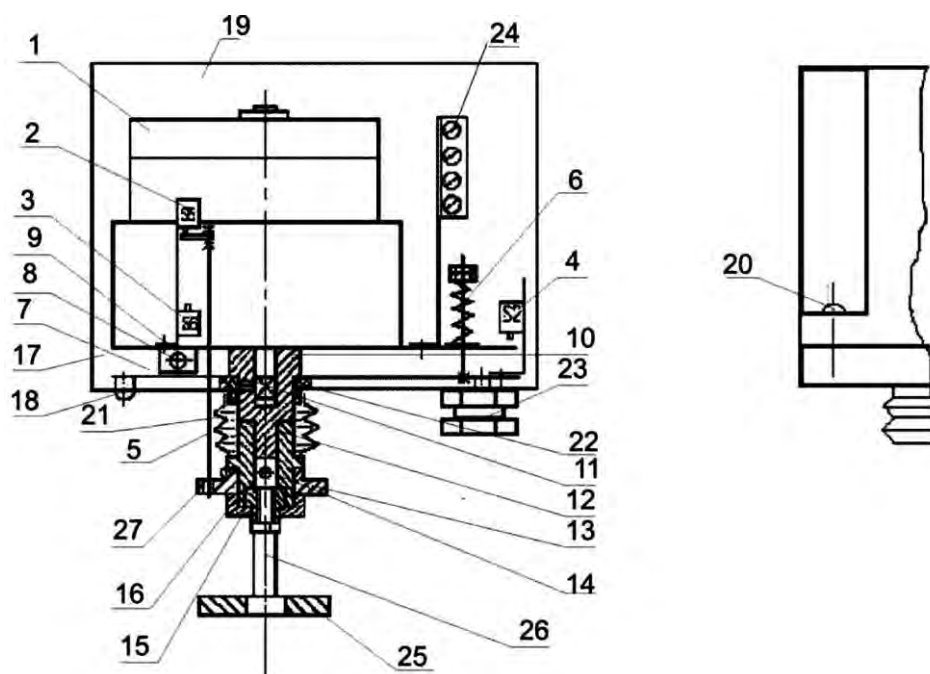

Рисунок 1.
7.4.1 Регулировку величины хода клапана производить посредством перемещения позиционного переключателя S5 (рисунок 1), максимальный ход – 20 мм.
7.5.2 Для подключения необходимо отвинтить четыре винта (20) (рисунок 1), снять крышку (19), пропустить провода через кабельный ввод (23).
Для присоединения и управления механизмом предназначена клеммная колодка (24) (рисунок 1).